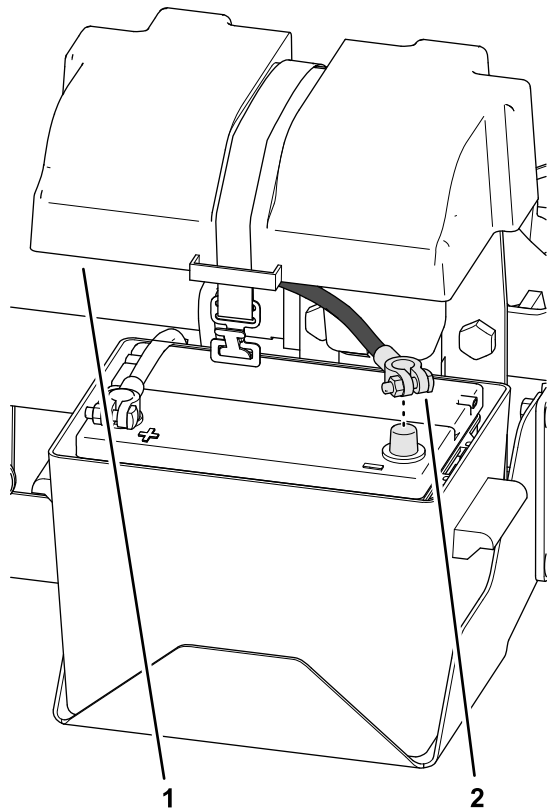

Figure 3
1. Enlever le couvercle du bac à batterie (Figure 3).
2. Débranchez le câble négatif de la batterie (Figure 3).